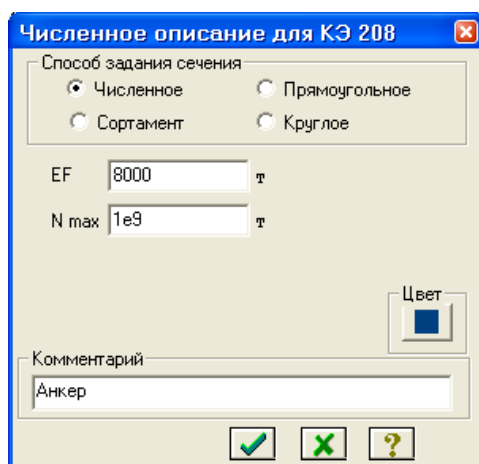

Рис.10.13. Диалоговое окно **Численное описание для КЭ 208**
- В диалоговом окне **Численное описание для КЭ 208** (рис. 10.13), при включенной радио-кнопке способа задания сечения **Численное**, задайте параметры сечения анкеров: